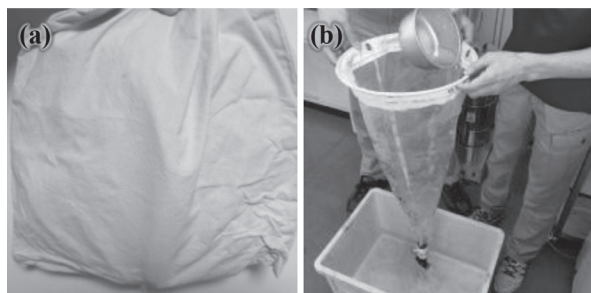

図3 採取用ネットを入れた布製袋 (a) とネットから保存容器への試料の移し替えの様子 (b)
上記の機材を用い、現地での採取手順は以下のとおりである。①コンタミ防止のため、作業場所に布製シートを敷き、その上に機材を置く。②所定のろ水量（10 m³以上）を満足するためのネット設置時間の目安を得るために、ネットから外したろ水計を用いて流速を測定する。③採取用ネットを河川に設置し、所定のろ水量（10 m³以上）を満たすまで継続する。ネットを引き上げた後に、ろ水計の回転数を記録する。風等によりろ水計のプロペラが回転しないよう注意する。④採取用ネットを試験室に持ち帰るため、布製のカバーを採取用ネットの開口部に取り付け、布製の袋に入れて試験室まで運搬する。⑤実験室等で、持ち帰った採取用ネットを、水道水を用いて洗って試料をコッドエンドに集め、ガラス容器に移し替える。ネットが乾燥しても水をかけるので問題は生じない。試料を含むガラス容器は試料前処理作業まで冷暗所にて保管する（図3）。